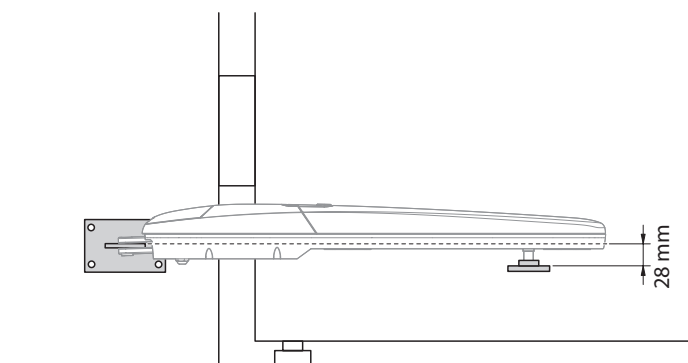

Fig. 4
**⚠ ATTENZIONE!** - Prima di fissare la staffa posteriore, verificare che la zona di fissaggio della staffa anteriore capiti in una zona solida dell'anta, in quanto questa staffa dovrà essere fissata ad una altezza diversa dalla staffa posteriore (**Fig. 4**).
02. Stabilire l'altezza in cui posizionare la staffa anteriore, facendo riferimento alla fig. 4;